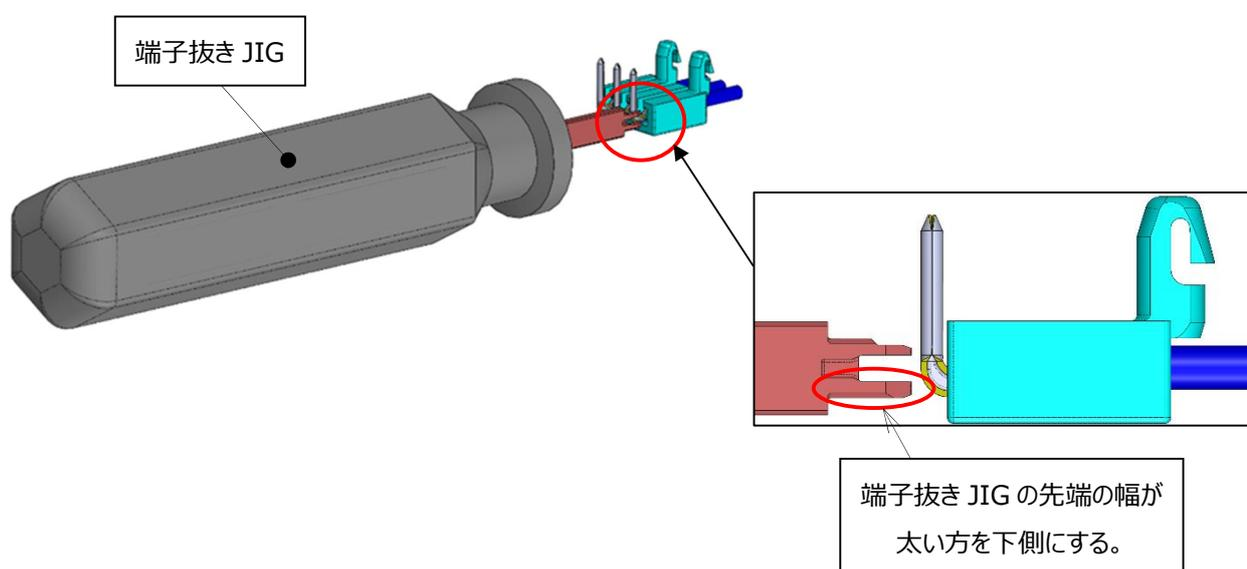

図.26 ハウジングと端子抜き JIG 挿入向き
- ① 引き抜こうとする端子の電線を持って端子を軽く奥に押し込み、その状態で図 26 に示す端子抜き JIG をハウジングの端子抜き JIG 挿入穴に挿入して下さい。(図 26,27 参照)